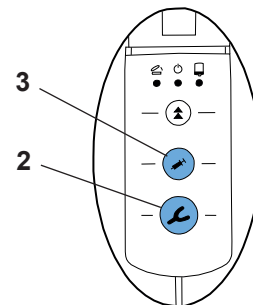

Fig. 8
- Si se pulsa la tecla de exprimido Cuchara de impresión (2, Fig. 8) o Dispensador (3, Fig. 8) sin haber seleccionado antes ningún programa, el programa activará automáticamente el programa ST . Se encenderá el diodo situado junto a la tecla ST .